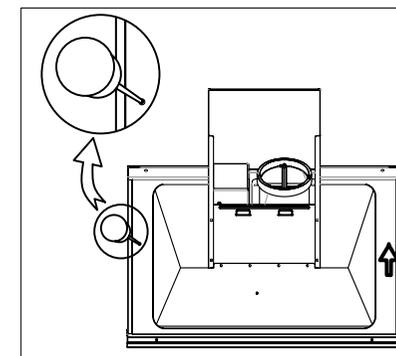

图2
(1)将整机从墙上取下，用十字螺丝刀将吸油烟机背部两侧的螺丝拧下。(图2)